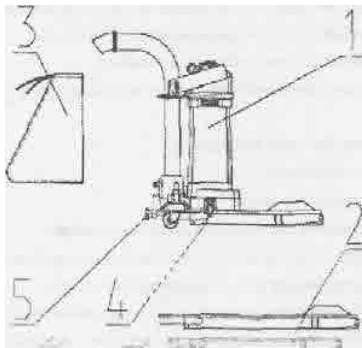

Рисунок 3 - Порядок сборки машины
- натянутьремень, вращая винт5 (рис.3);